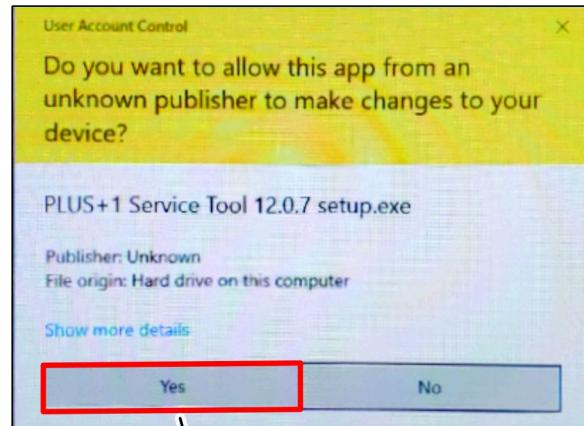

Figure 7
- Si la boîte de dialogue Contrôle du compte utilisateur s'affiche, cliquez sur le bouton OUI (Figure 7).